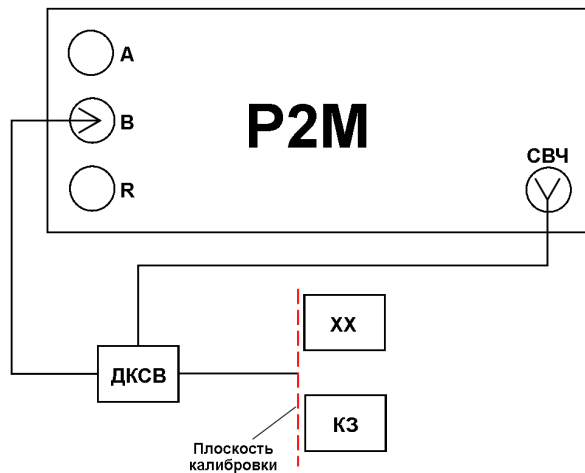
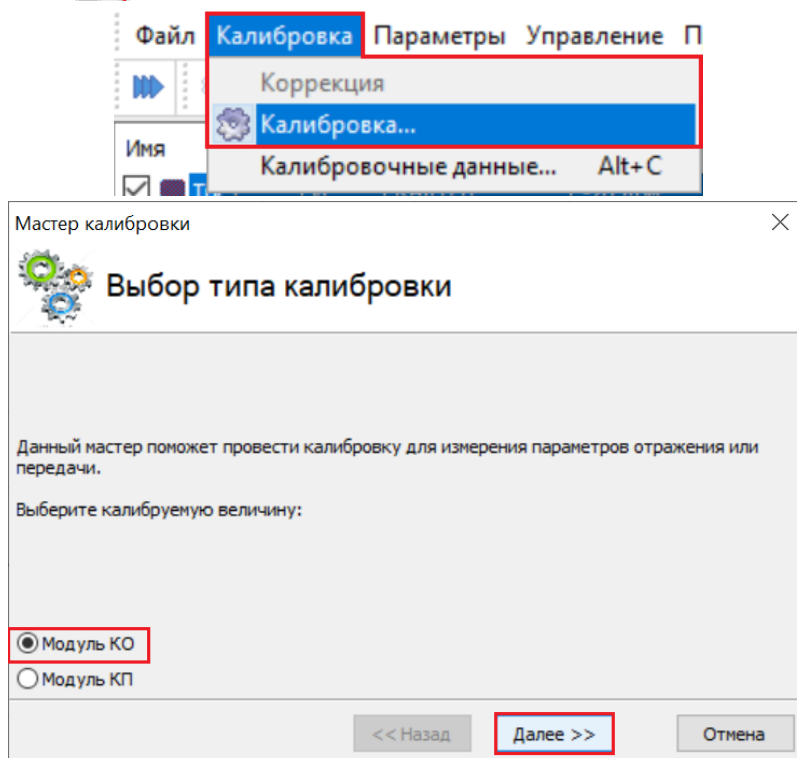

Рисунок 22. Проведение калибровки в режиме измерения модуля КО.
Рис. 23. Настройка параметров калибровки модуля КО.
9. Выбрать в главном меню *Калибровка* -> *Калибровка...* В окне «Мастер калибровки» выбрать «Модуль КО». Провести калибровку, поочередно подключая к СВЧ-выходу датчика КСВ меры XX (холостого хода) и КЗ (короткого замыкания) по схеме, приведенной на рис. 22, следуя указаниям Мастера калибровки, рис. 23;